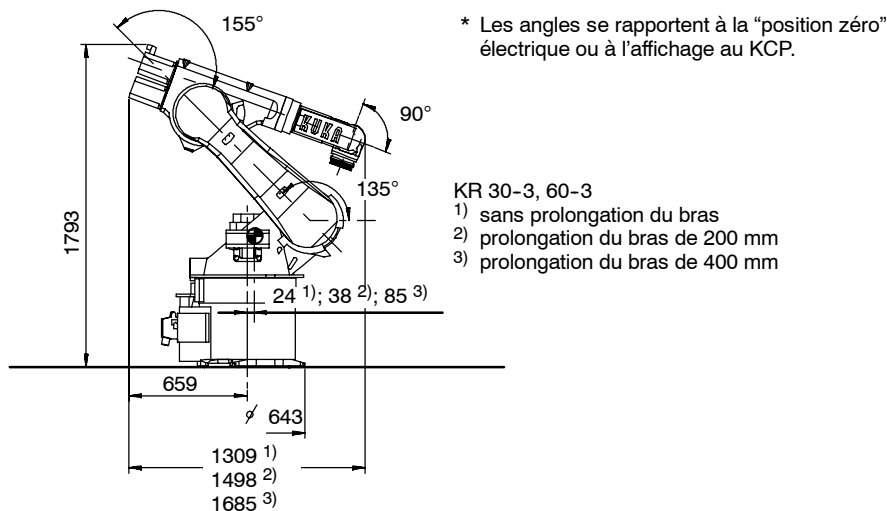

Fig. 54 Position de transport du robot monté au sol
(2) Mettre le robot en service et l'amener en position de transport (Fig. 54).